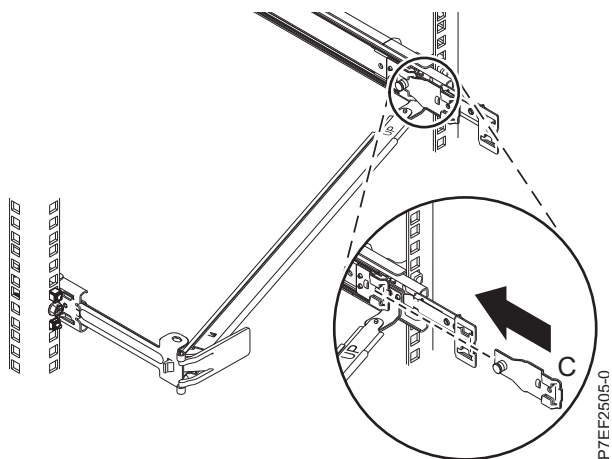

Figura 14. Instalando o suporte de montagem no trilho deslizante
6. Conecte o suporte de parada de organização de cabos (**B**) ao slot na parte interna do trilho esquerda deslizando o suporte de parada (**B**) para o trilho deslizante até que o pino com molas se encaixe. Para obter detalhes, consulte Figura 14 na página 10.